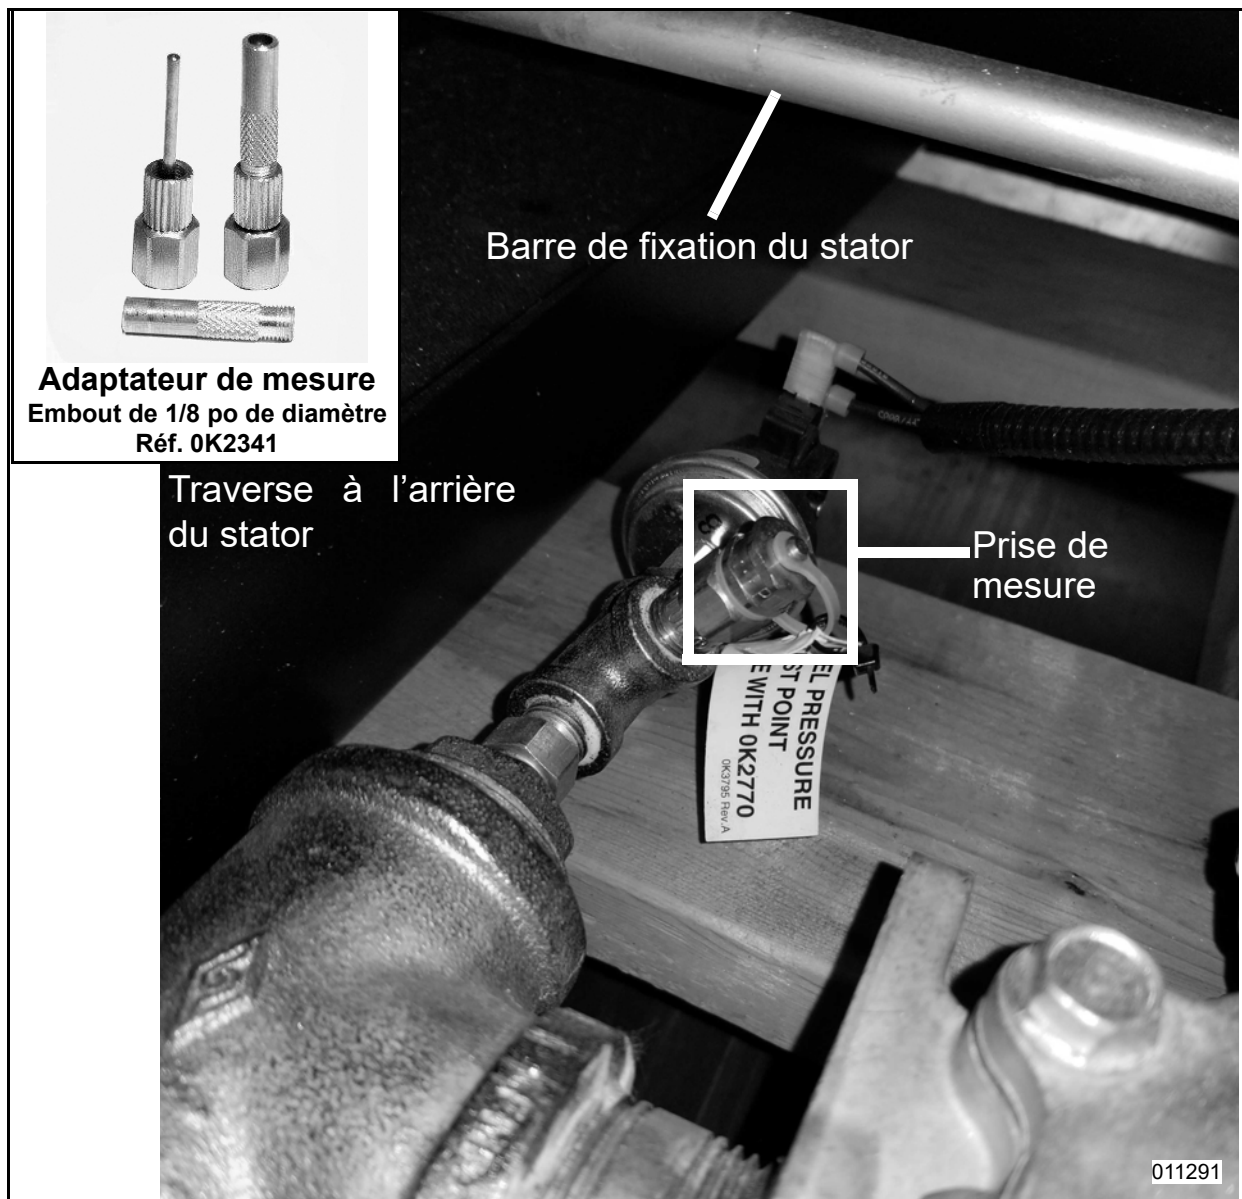

Figure 4-5. Points de mesure de la pression de carburant
1. Voir Figure 4-5. À l'aide d'un manomètre (éventuellement à eau) approprié, mesurer la pression du carburant alimentant la génératrice au niveau d'une prise de pression en amont de la ou des électrovannes d'arrêt.